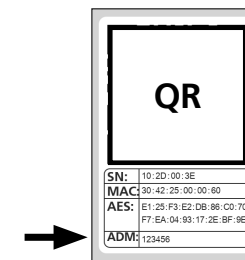

Abb. 3
- ③ Sie erhalten eine Aufforderung, den mitgelieferten QR-Code des Zylinders mit der Kamera des Smartphones einzuscannen. Der QR-Code befindet sich auf dem Aufkleber, welcher der Verpackung beiliegt (Abb. 3).
- ! **Achtung:** Dem Set liegen zwei Aufkleber mit QR-Codes bei, für Zylinder und Tastatur. Den hier benötigten QR-Code für den Zylinder erkennen Sie an dem Administratorcode unten auf dem Aufkleber, gekennzeichnet mit der Bezeichnung „ADM“ (Abb. 3).